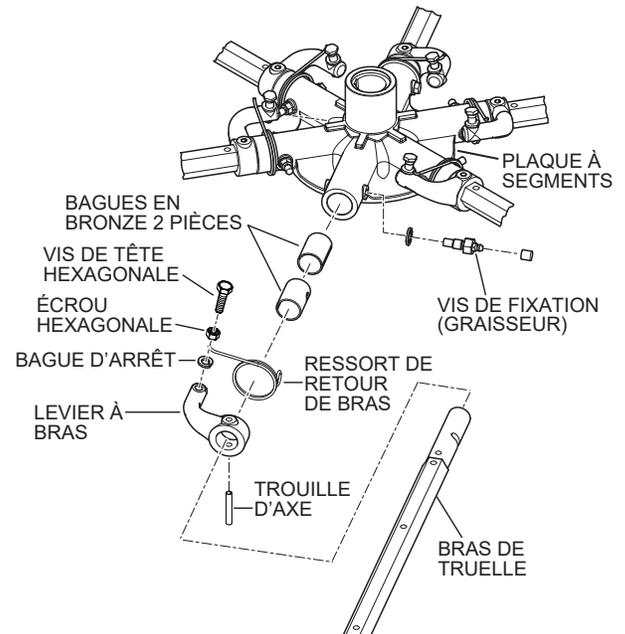

Figure 52. Retirer l'axe et le raccord Zerk
2. Chaque bras de truelle est maintenu en place à la plaque d'araignée (Figure 52) par un boulon à tête hexagonale (fixation à zéro) et une goupille cylindrique. Retirez le boulon à tête hexagonale et la goupille cylindrique de la plaque d'araignée.